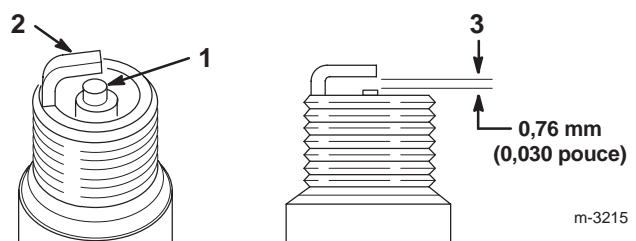

Figure 43
1. Inspectez le centre des bougies (Fig. 43). Si le bec de l'isolateur est recouvert d'un léger dépôt gris ou brun, le moteur fonctionne correctement. S'il est couvert d'un dépôt noir, c'est généralement signe que le filtre à air est encrassé.
2. Contrôlez l'écartement entre l'électrode centrale et l'électrode latérale (Fig. 43). Courbez l'électrode latérale (Fig. 43) si l'écartement est incorrect.